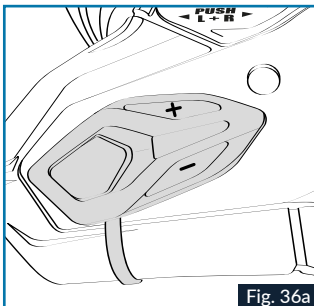
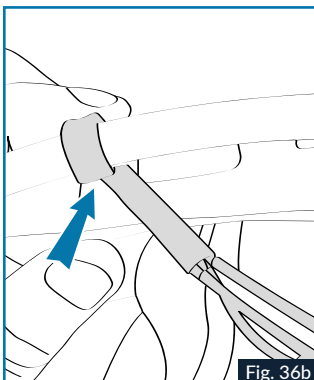

Fig. 36a
Fig. 36b
8. Coller le clavier principal à l'emplacement défini (Fig 36a), à l'aide du double-face fourni sur le clavier, insérer le câble plat entre la calotte et la joue en polystyrène à gauche du clip lining (pièce rouge) comme indiqué sur la Fig.36b.